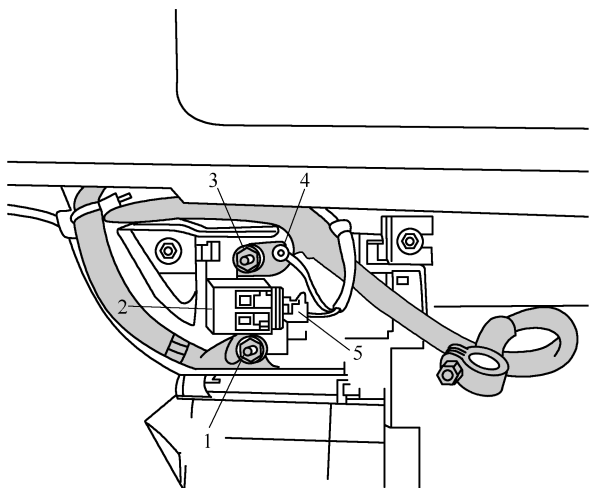

图 6-2-3 从固定支架上取出蓄电池断路引爆装置 N253
(2) 如图 6-2-3 所示，旋出螺母 1 和 3 以及正极导线上的螺栓 4，将蓄电池断路引爆装置 2 (N253) 从固定支架上取出，并脱开插接器 5。